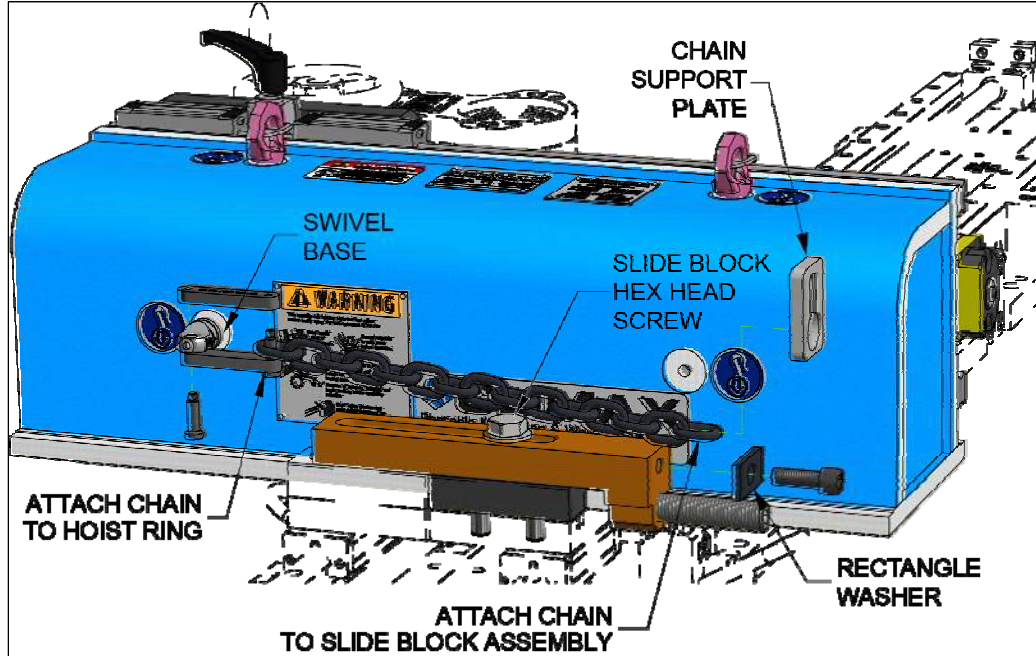

Figura 17. Instalación de la cadena de anclaje de seguridad
8. Conecte el extremo de la cadena a la argolla del anillo elevador en el ariete (Figura 17 en la página 4847).
9. Instale la argolla del anillo elevador en la argolla de elevación de la base giratoria (Figura 17 en la página 48).
10. Conecte un eslabón de extremo de la cadena a la argolla (Figura 17 en la página 48). Instale los dos tornillos de tope en la argolla del anillo elevador hasta que la base quede fija (Figura 16).
11. Pase el otro extremo de la cadena a través de la placa de soporte de la cadena (Figura 17 en la página 48).
12. Acople la placa de soporte de la cadena al bloque deslizante con la arandela rectangular suministrada y el tornillo de cabeza hueca M12 (Figura 17 en la página 48). Par de torsión a 65 pies-libra (88 Nm).